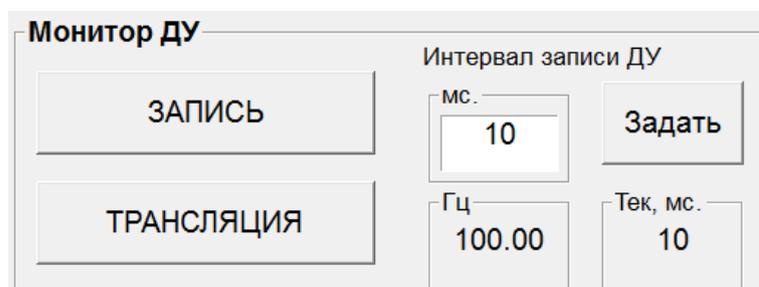

Рисунок 26 – «Монитор ДУ»
7) «Монитор ДУ» (рисунок 26) необходим для записи и транслирования показаний датчиков углового положения стенда. В окне «Монитор ДУ» в поле «Интервал записи ДУ» пользователю предлагается указать временной интервал (по умолчанию 10 мс), с которым требуется фиксировать показания датчиков угла (от 1 мс до 1000 мс), и нажать кнопку «Задать». После чего в поле «Интервал записи ДУ» автоматически отобразится частота записи ([Гц]).